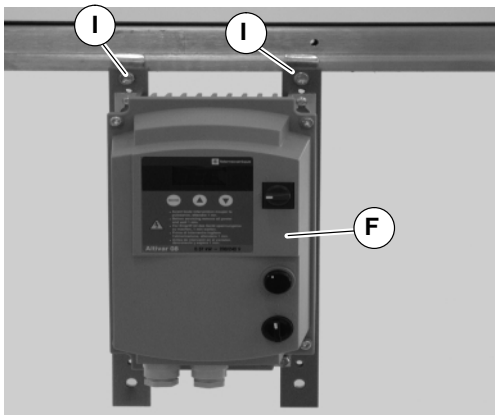

Abbildung 8
3. Frequenzumrichter (F siehe Abbildung 8) am Förderband mit Schrauben befestigen (I).